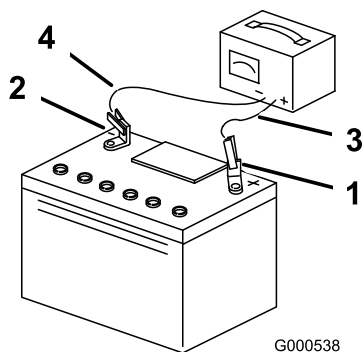

Figure 32
4. Quand la batterie est chargée au maximum, débranchez le chargeur de la prise, puis débranchez les fils du chargeur des bornes de la batterie (Figure 32).